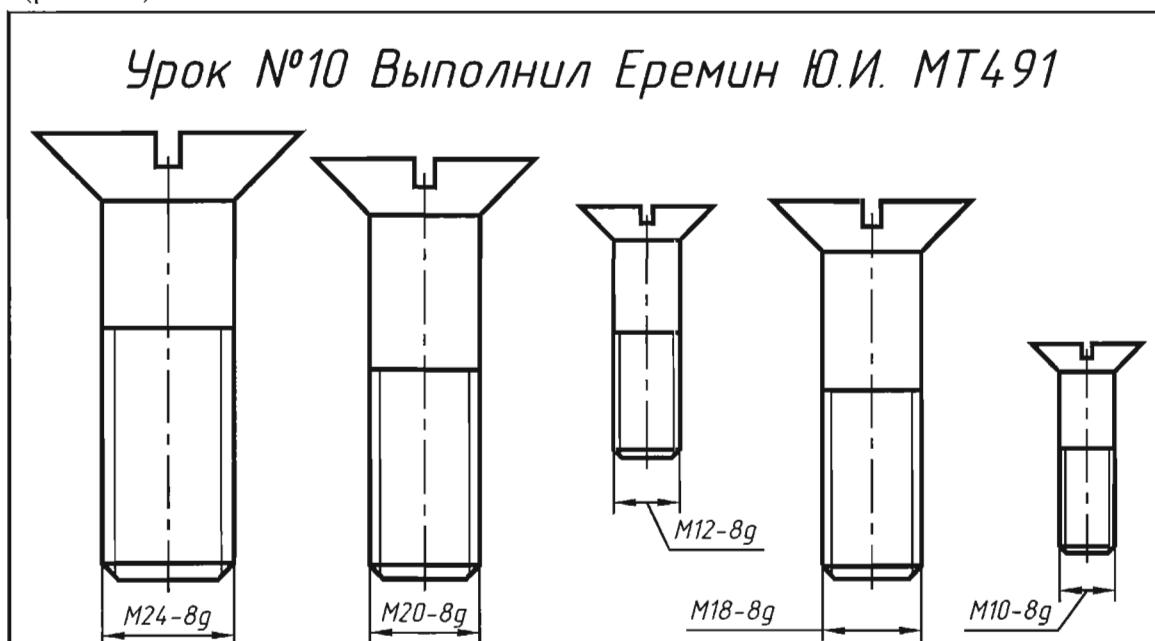

Рис. 11.1. Чертежи винтов
11.2.1. Начертить винты. Головки разместить на стержнях командой **ALIGN**. Проставить размеры резьбы (рис. 11.1).